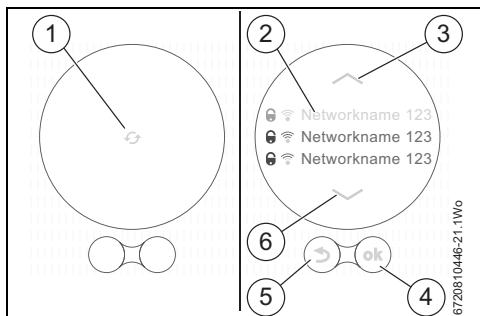

Рис. 9 Выбор сети Wi-Fi
- ▶ Чтобы переключить регулятор в режим "оффлайн", нажмите кнопку «назад» (→ рис. 9, [5]). Теперь температуру можно настроить только вручную с помощью экрана.
- ▶ Чтобы снова выполнить поиск, нажмите кнопку (→ рис. 9, [4]).